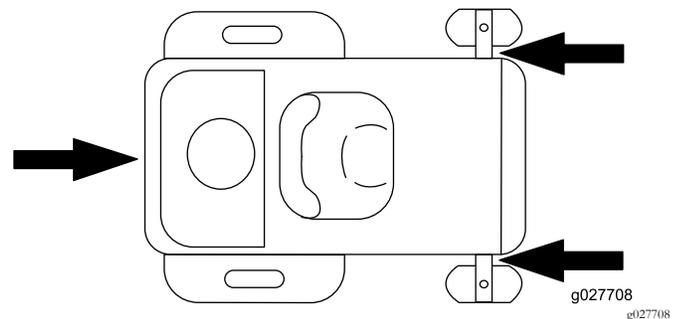

Figure 30
5. Arrimez la machine près des roues pivotantes avant et du pare-chocs arrière (Figure 30).